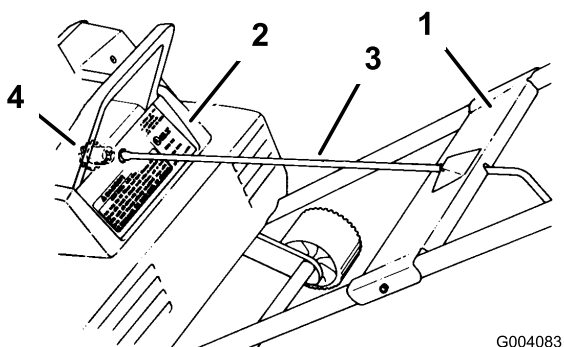
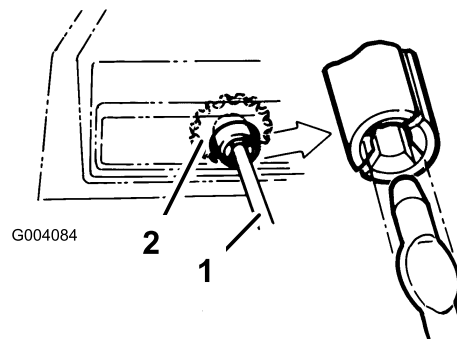

Figure 4
Figure 5
6. Placez la plaque de montage sur les tubes (Figure 4).
9. Tournez lentement la manivelle jusqu'à ce que l'extrémité plate s'engage dans le pignon, puis poussez fermement la manivelle dans le pignon jusqu'à ce qu'elle s'enclenche en position (Figure 4 et Figure 5).